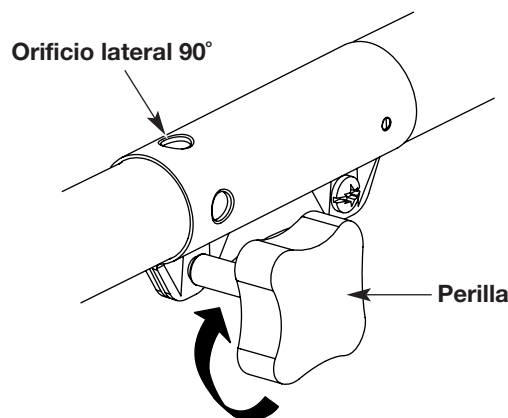

Fig. 25
1. Gire la perilla en sentido antihorario para aflojarla (Fig. 25).
3. Gire la perilla en sentido horario para ajustarla (Fig. 25).
Para recortar bordes mientras usa el accesorio de corte de cabeza de línea con modelos EZ-Link™, trabe el botón de desconexión en el **orificio lateral de 90°** (Fig. 25).